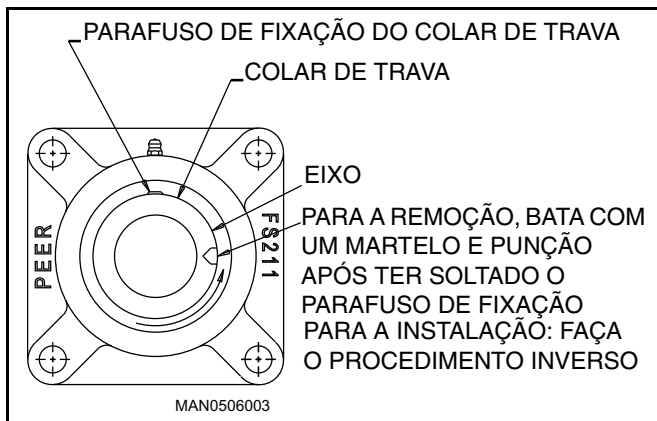

Figura 40. Colar de trava
2. Remova o colar de fixação do rolamento (consulte Figura 40).
8. Reinstale o colar de fixação do rolamento e aperte (consulte a Figura 40).